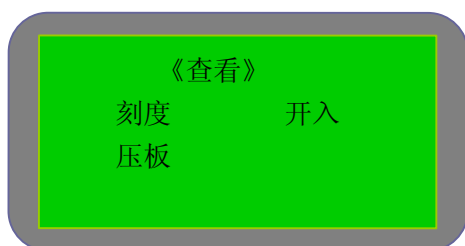
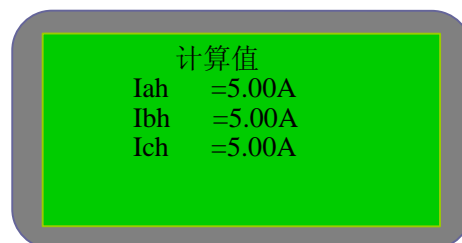

图 5-1-1
图 5-1-2
- 查看：包括刻度、开入、压板。可通过按“上移”键或“下移”键循环选择；也可按“退出”键退回到主菜单，如图 5-1-1。选择“刻度”进入图 5-1-2 界面，按“上